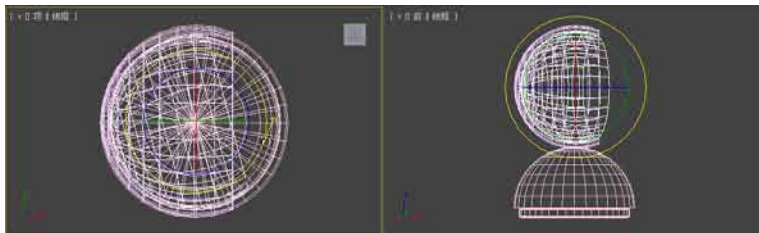

图3.25 旋转“内灯罩”
- 17 在工具栏中激活 **锁定轴** 按钮，在顶视图中锁定Z轴，将“内灯罩”旋转一定的角度，如图3.25所示。